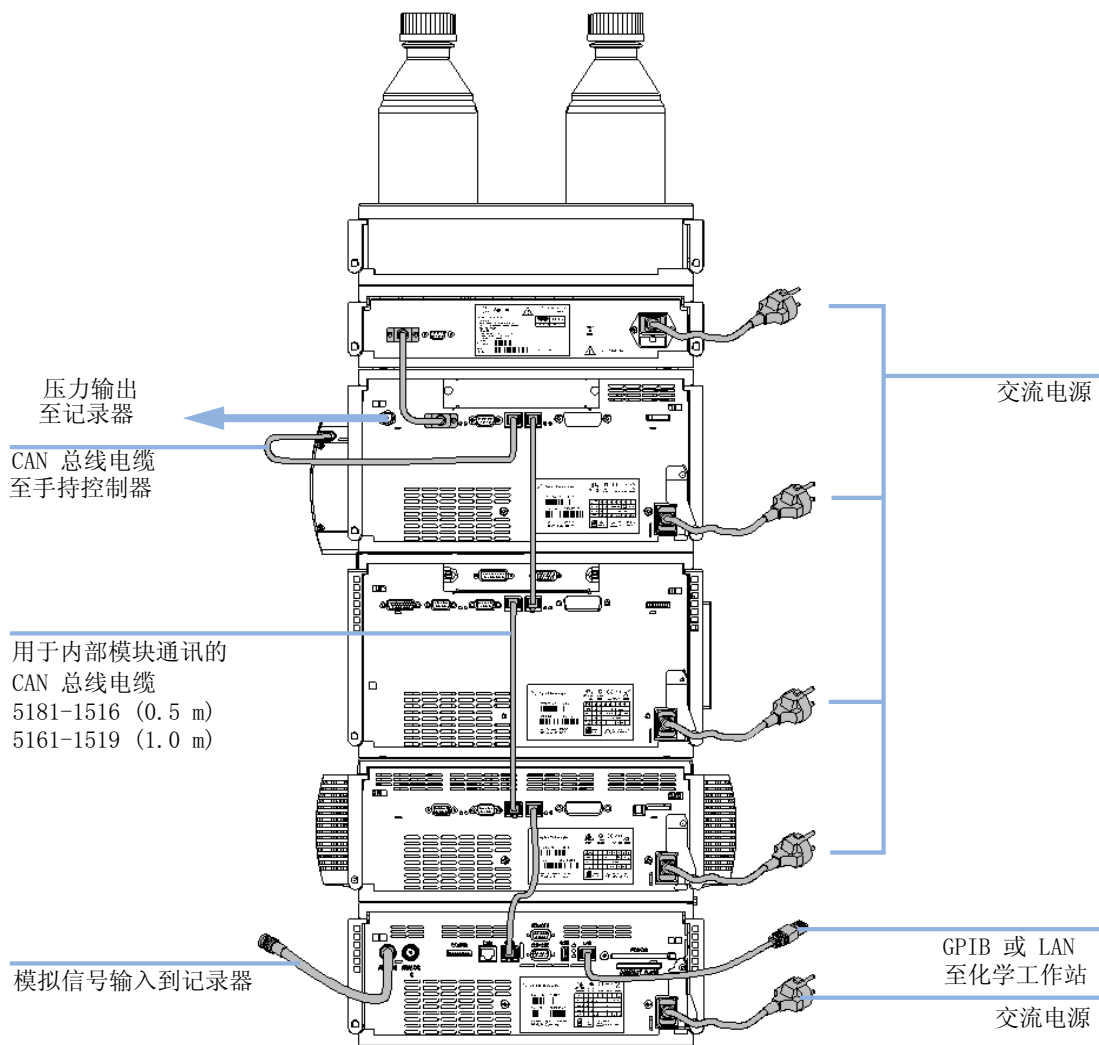

图 6 建议的叠放配置（后视图）
- 4 将 CAN 电缆连接到下一部件的 CAN 接头，请参阅第 28 页的图 6。
- 4 将 APG 电缆连接到泵的 APG 远程接头，请参阅第 28 页的图 6。